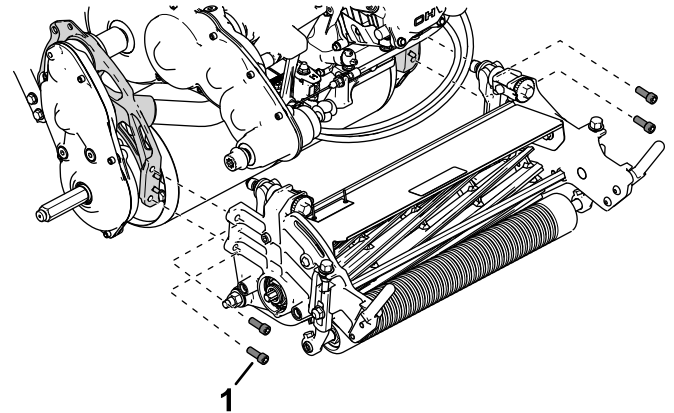

Figura 49
4. Retire os parafusos de cabeça sextavada interior que prendem a unidade de corte à estrutura (Figura 49).